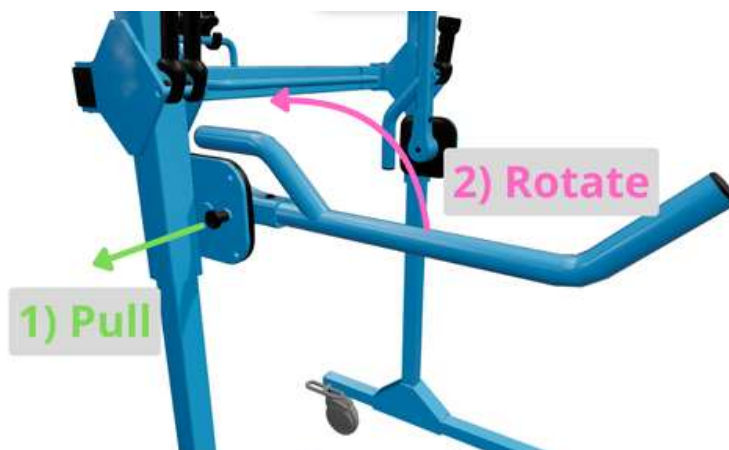

Figure 9 : Mécanisme de relèvement des mains courantes.
- Si nécessaire, les mains courantes peuvent être relevées pour éviter leur utilisation (Fig. 9).